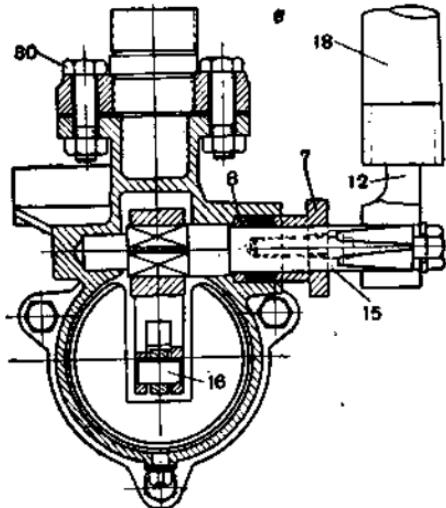

Рис. 3. Чертеж насоса:
*Корпус насоса 1* (рис. 3) представляет собой сложную чугунную отливку, внутри которой размещен весь основной рабочий аппарат насоса: цилиндр, клапаны, поршень, шатунное устройство ручного привода и каналы, подводящие воду из всасывающего рукава к всасывающим клапанам и из цилиндра к напорному рукаву.